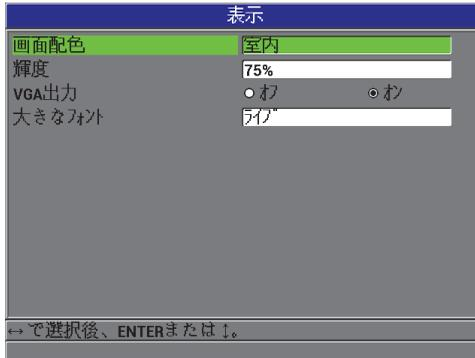

図 3-4 表示設定画面
2. 表示画面 (63 ページ図 3-4 参照) で、希望のパラメータと以下のパラメータの値を選択します。